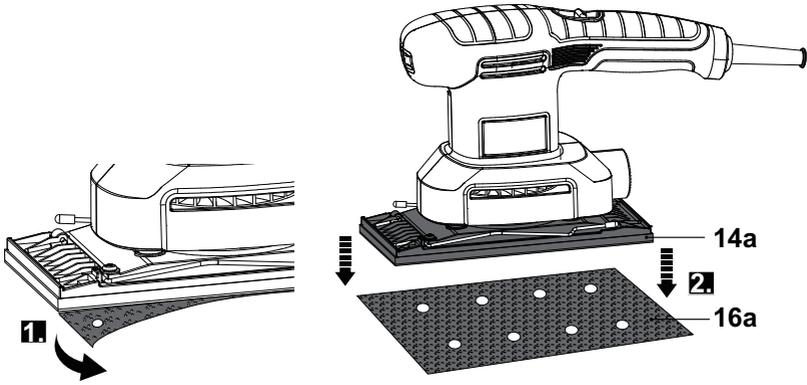

Fig. 7
- > Saisissez un angle/bord de la feuille abrasive (16a, 16b, 16c) et tirez pour l'enlever de la semelle (14a, 14b, 14c) (Fig. 7, 8, 9).